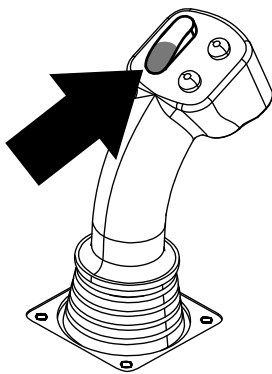
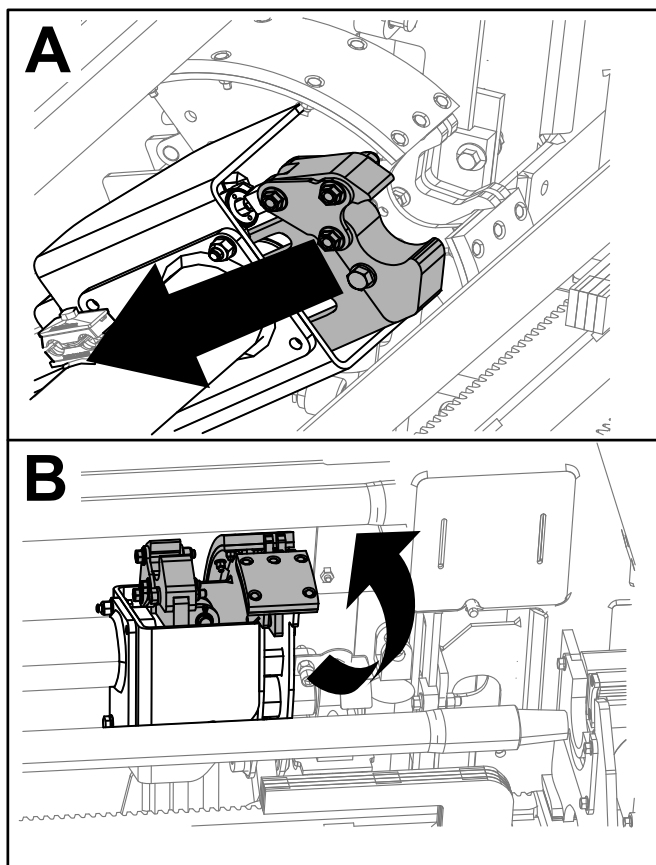

Figure 38
Figure 39
11. Maintenez le bas de l'interrupteur à bascule enfoncé (Figure 38) jusqu'à ce que les bras se rétractent et que la came retourne à la position de repos (Figure 39).